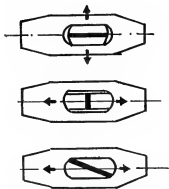

Рис. 138. Схема расклинивания молотка.
**Как правильно расклинить молоток или топор (рис. 138).**